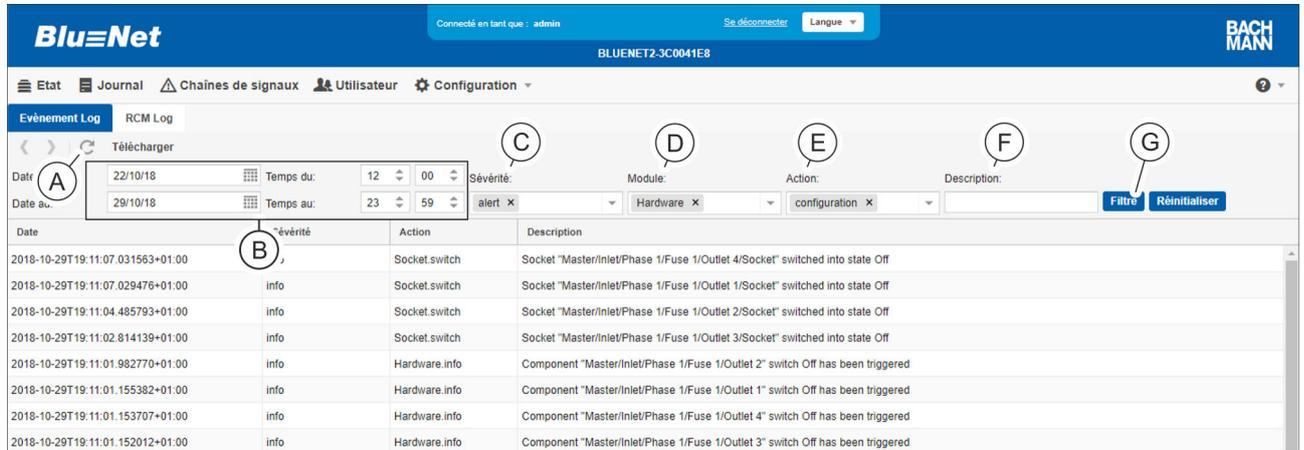

Fig. 122 : Définition des filtres
- Date et heure (Fig. 122 / ⓑ)
- Sévérité (Fig. 122 / Ⓒ)
- Module (Fig. 122 / Ⓓ)
- Action (Fig. 122 / Ⓔ)
- Description (Fig. 122 / Ⓕ) (champ de texte libre)
- ➔ Cliquer sur le bouton « *Filtrer* » (Fig. 122 / Ⓒ).